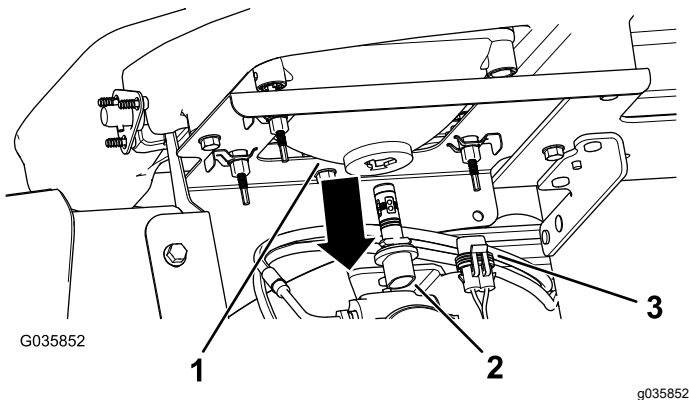

Figura 42
3. Scollegate il connettore elettrico del cablaggio dal connettore del gruppo luci sul retro del vano del faro (Figura 42).
4. Ruotate il gruppo luci di  $\frac{1}{4}$  giro in senso antiorario spostandolo indietro, fuori dalla sede del vano del faro (Figura 42).
5. Inserite il nuovo gruppo luci e il vano del faro e allineate le linguette nel gruppo luci alle fessure nel vano del faro (Figura 42).
6. Fissate il gruppo luci ruotandolo di  $\frac{1}{4}$  di giro in senso orario (Figura 42).
7. Collegate il connettore elettrico del cablaggio al connettore del nuovo gruppo luci (Figura 42).